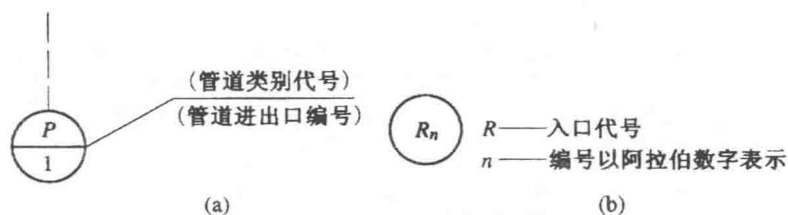

图 1-7 管道系统编号
(8) 管线的表示 管线的表示方法很多,可在管线进入建筑物入口处进行编号。管道立管较多时,可进行立管编号,并在管道上标注出管材、介质代号、工艺参数及安装数据等。图 1-7 所示是管道系统入口或出口编号的两种形式,其中图 a 主要用于室内给水系统入口和室内排水系统出口的系统编号;图 b 则用于采暖系统入口或动力管道系统入口的系统编号。立管编号,通常在直径 8~10 mm 的圆圈内,注明立管性质及编号,如给水立管用 JL 表示。